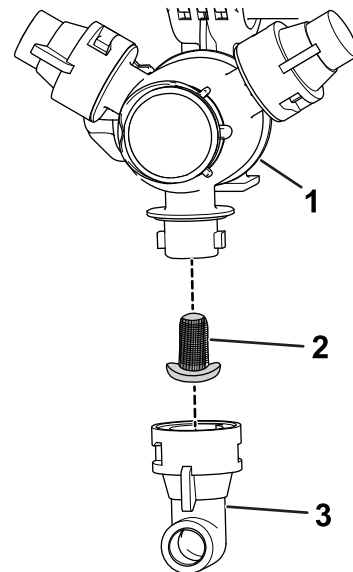

Bild 16
2. Nehmen Sie die Düse vom Sprühdrehkreuz ab (Bild 16).
3. Entfernen Sie den Düsenfilter (Bild 16).
5. Setzen Sie den Düsenfilter ein (Bild 16).
6. Setzen Sie die Düse auf das Sprühdrehkreuz auf (Bild 16).